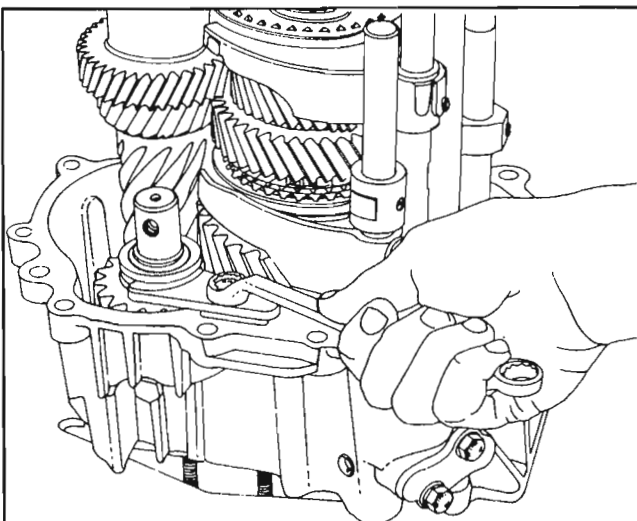

Fig. 17
Afloje el tornillo (52) y quite la placa de retención del piñón loco de la marcha atrás (86). *Fig. 17*